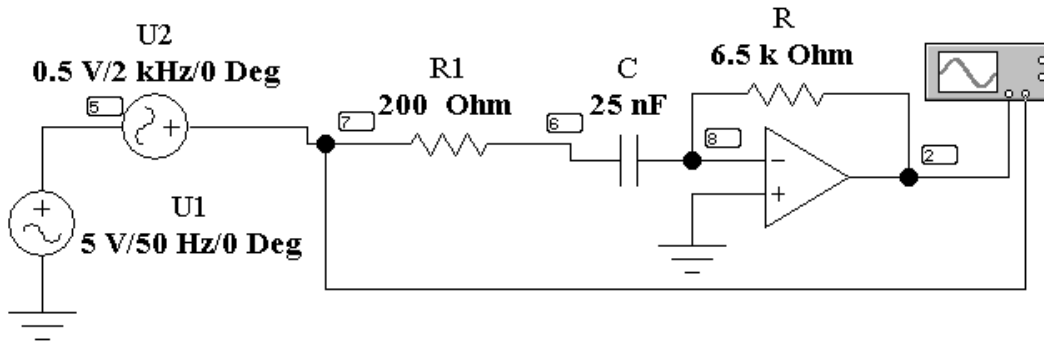

Рис. 7.3
Схема электрической цепи для дифференциатора, на вход которого подается гармонический сигнал с шумом, изображена на рис. 7.3.
1. Собрать электрическую цепь дифференцирующего ОУ по схеме рис. 7.3, используя данные для сопротивления  $R$  и емкости  $C$  согласно варианту из табл. 7.1.
6. Подключить исследуемую цепь к гармоническому сигналу с шумом (рис. 7.3), используя данные из табл. 7.2 согласно принятому варианту. Сопротивление  $R=6$  кОм,  $C=20$  нФ.